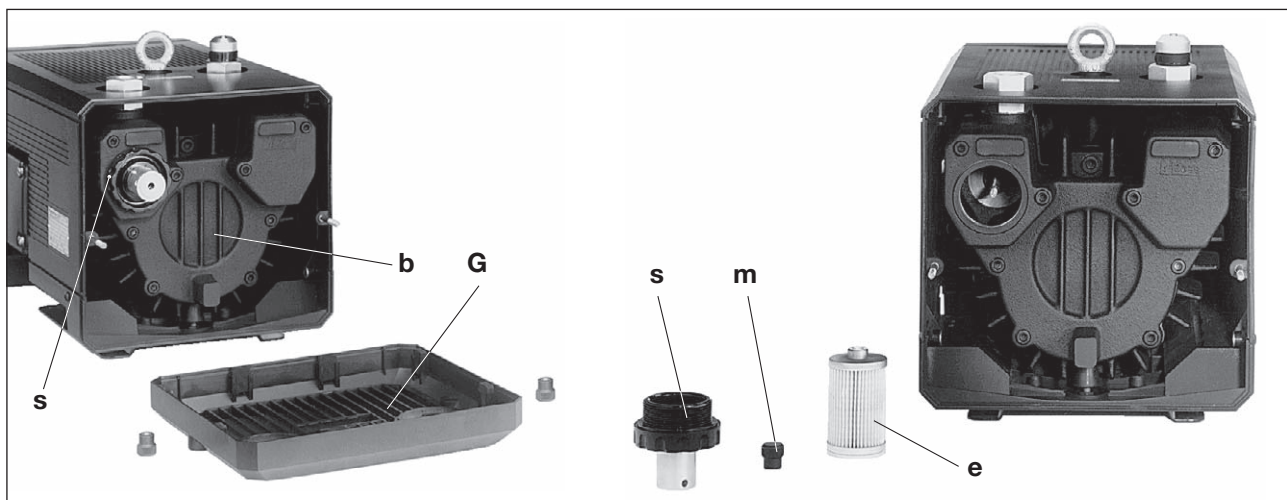
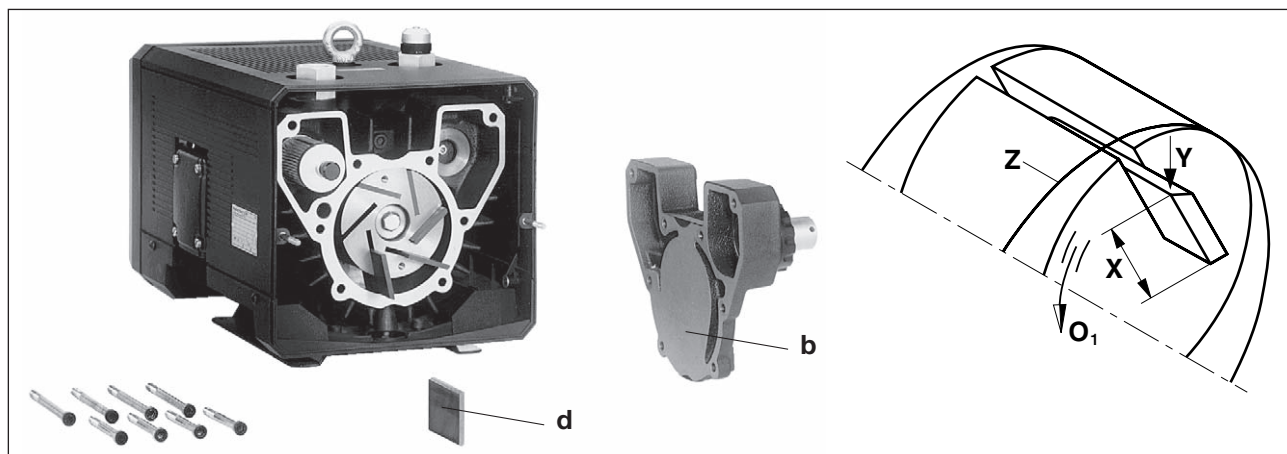

Fig. 5 Filtragem de ar
Fig. 7 Troca de lamelas
Os cartuchos dos filtros (Fig. 5/e) para ar de sopro devem ser limpos mensalmente ou, conforme a sujidade, várias vezes através de sopro de dentro para fora. Apesar da limpeza do filtro seu grau de separação continua piorando. Por isso o filtro deve ser substituído a cada semestre.
V-V-VTN (01) - (11): Desaparafusar a grade de sopro (Fig. 5/G).
Soltar a tampa de rosca (Fig. 5/s) e o botão serrilhado (Fig. 5/m). Retirar o cartucho de filtro (Fig. 5/e) e limpar e/ou substituir. A montagem será feita em sequência invertida.
V-VTN(01) - (11): Desaparafusar a grade de sopra (Fig. 5/G). Desaparafusar a tampa da carcaça (Fig. 7/ b) da carcaça. Retirar as lamelas (Fig. 7/d) para a verificação. Todas as lamelas devem ter uma altura mínima (Fig. 7/X):
**Troca de lamelas:** Quando se descobre no controlo das lamelas que a altura mínima já foi alcançada ou não existe mais, deverá ser trocado o jogo de lamelas. Soprar a carcaça e as fendas do rotor. Colocar as lamelas nas fendas do rotor. Na colocação deve-se tomar a precaução para que as lamelas com o lado inclinado (Fig. 7/Y) indiquem para fora e esta inclinação esteja em concordância com a direcção de rotação (Fig. 7/O1) com o decurso do furo da carcaça (Fig. 7/Z). Aparafusar a tampa da carcaça (Fig. 7b) e a grade de sopra (Fig. 6G). Antes da colocação em operação, verificar o movimento livre das lamelas por movimento de giro do ventilador através da grade de aspiração (Fig. 2/G1) ou desaparafusar a capa de protecção (Fig. 3/G2).